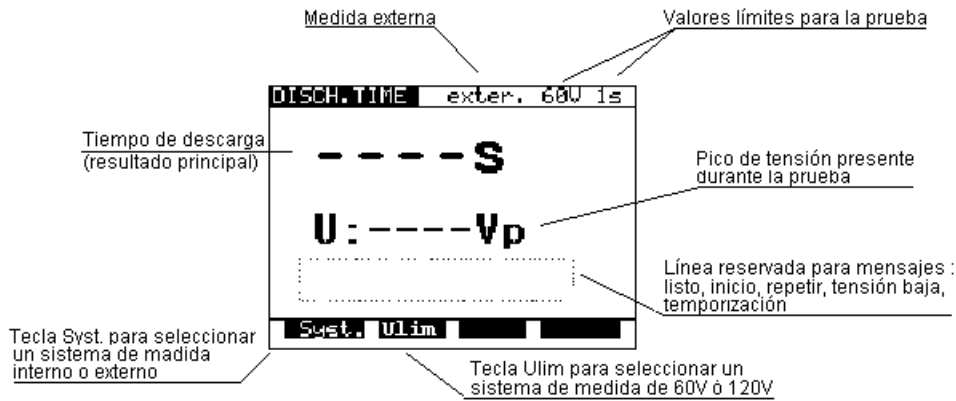

Fig. 26. Menú principal de la función de tiempo de descarga
- ETAPA 1. Poner el conmutador rotativo en la posición **DISC.TIME** (tiempo de descarga). Se visualiza el pantalla de acuerdo con la fig. 26.